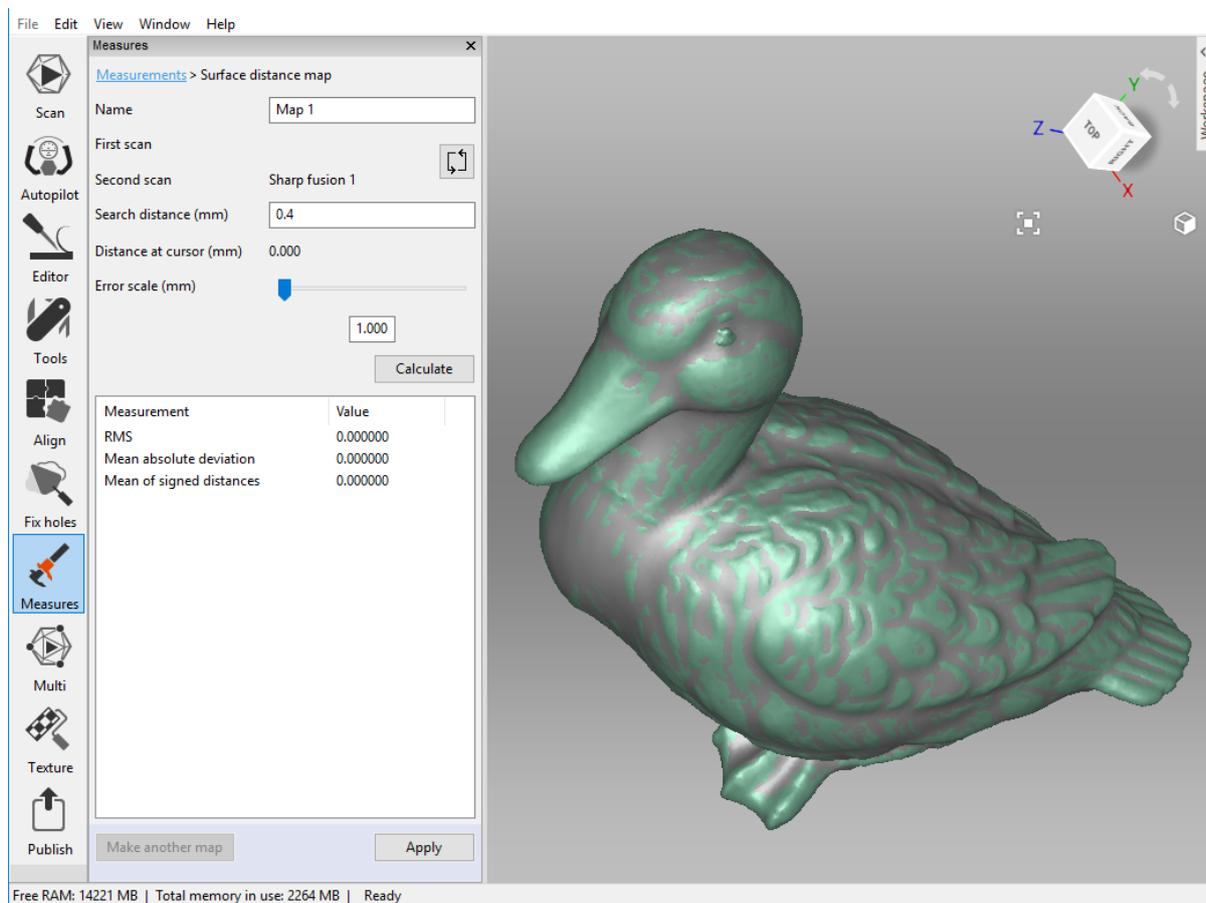

Рис. 10.11: Указание параметров для расчета карты расстояний
3. Если необходимо, введите название карты расстояний в поле *Наименование* на панели *Измерения* (Рис. 10.11). По умолчанию программа создает новые карты расстояний с названиями *Карта 1*, *Карта 2* и т. д.